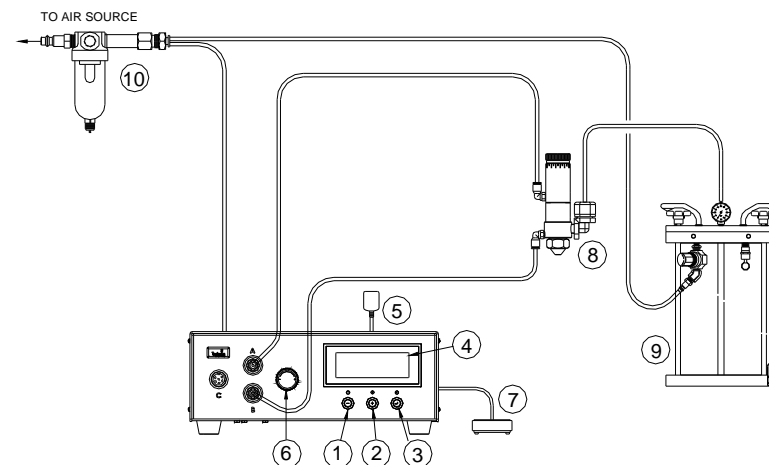

Abb. 4.0
5.2.1 Anschluss des Gerätes: (Siehe Abb. 4.0)